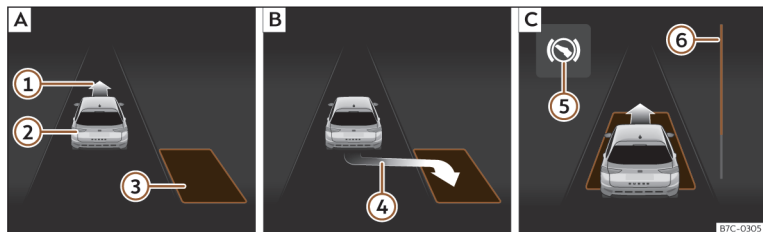
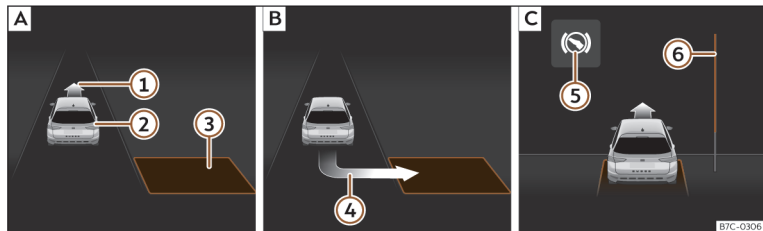

Fig. 134 No ecrã do painel de instrumentos: estacionar em paralelo. **[A]**: Procurar um lugar de estacionamento. **[B]**: Posição para estacionar. **[C]**: Manobrar.
Fig. 135 No ecrã do painel de instrumentos: estacionar em espinha. **[A]**: Procurar um lugar de estacionamento. **[B]**: Posição para estacionar. **[C]**: Manobrar.
para estacionar >>> **Fig. 134 [B]** ou >>> **Fig. 135 [B]**. O lugar foi considerado “apropriado” se no ecrã do painel de instrumentos aparecer a indicação de estacionar ④.
● Retroceda até o sinal contínuo do ParkPilot soar; **OU:** retroceda até aparecer a indicação de marcha à frente no ecrã do painel de instrumentos >>> **Fig. 134** ④ ou >>> **Fig. 135** ④; **OU:** retroceda até aparecer a mensagem **Park Assist finalizado** no ecrã do painel de instrumentos. A barra de progresso ⑥ indica a distância a percorrer.
● Faça marcha à frente até soar o sinal contínuo do ParkPilot; **OU:** faça marcha à frente até aparecer a indicação de fazer marcha-atrás no ecrã do painel de instrumentos. O sistema de estacionamento assistido manobra o veículo em frente e em marcha-atrás até centrá-lo no lugar >>> **Fig. 134** ④ ou >>> **Fig. 135** ④.
A barra de progresso >>> **Fig. 134** ⑥ e >>> **Fig. 135** ⑥ mostra simbolicamente no ecrã do painel de instrumentos a distância relativa que ainda falta percorrer. Quanto maior for a distância, mais cheia está a barra de progresso. Ao circular em marcha à frente, o conteúdo da barra de progresso diminui para cima, e ao circular marcha-atrás, diminui para baixo.